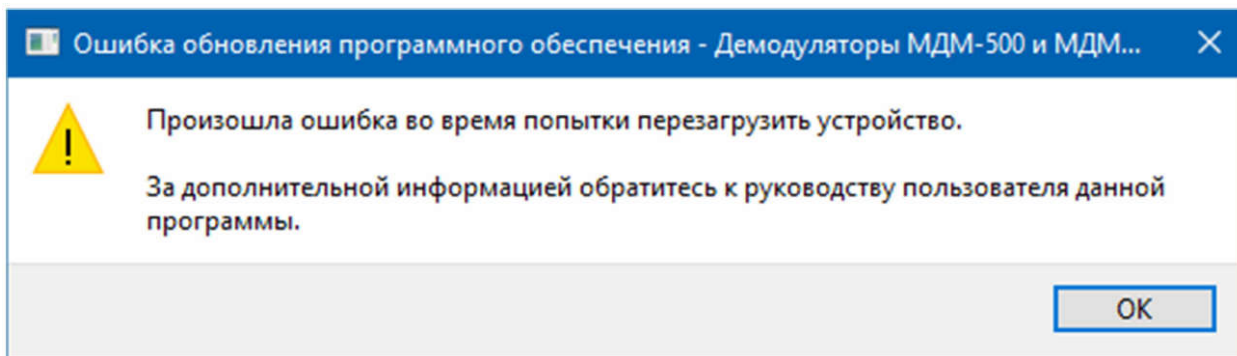

Рис. 13. Сообщение об ошибке при запросе о перезагрузке.
- * устройство не произвело перезагрузку по команде программы (Рис. 13);